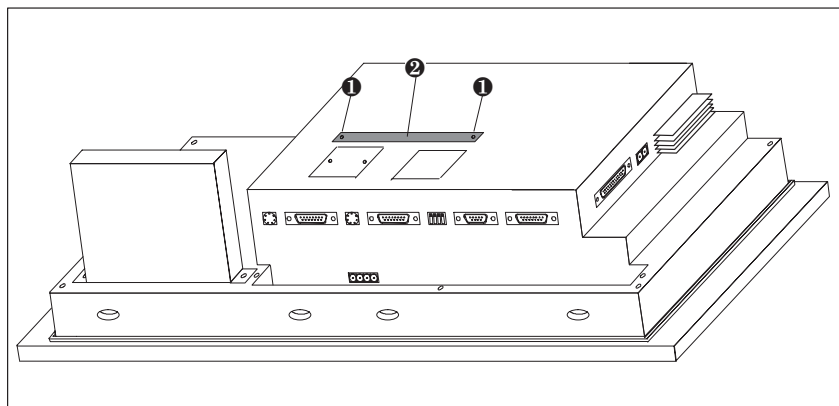

Figure 18-1 Retirer le couvercle
2. Dévissez les deux vis ❶ et retirez le couvercle repéré par ❷ dans la figure 18-1 de la face arrière du pupitre de contrôle-commande. Revissez les vis au même emplacement dans le boîtier.
3. Enfichez le boîtier d'extension AT dans le connecteur femelle qui se trouve sous le couvercle ❷ dans la figure 18-1.